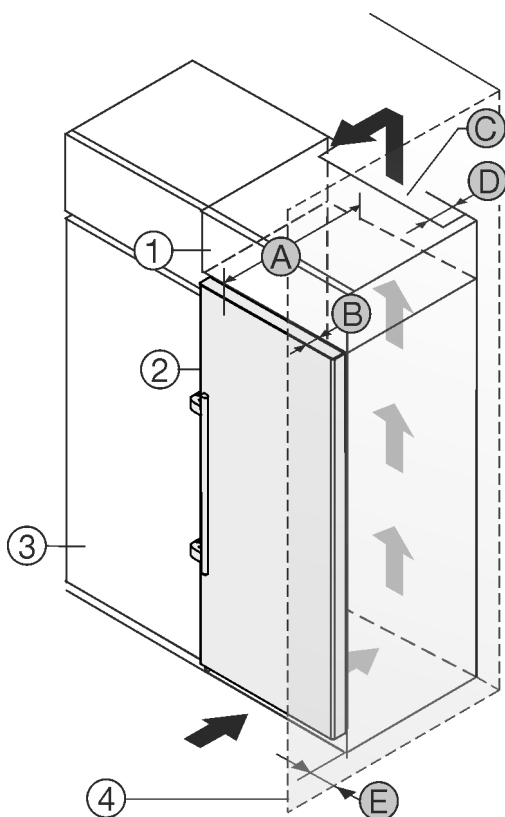

Fig. 2
- (1) Aufsatzschrank*
- (2) Gerät*
- (3) Küchenschrank*
- (4) Wand*
- (A) Gerätetiefe*
- (B) Türtiefe*
- (C) Belüftungsquerschnitt*
- (D) Abstand Geräterückseite*
- (E) Abstand zur Geräteseite*
Sie können das Gerät direkt neben dem Küchenschrank *Fig. 2 (3)* aufstellen.*
An der Rückseite des Aufsatzschrankes muss ein Abluftschacht mit der Tiefe *Fig. 2 (D)* über die gesamte Aufsatzschrankbreite vorhanden sein.*
Unter der Raumdecke muss der Entlüftungsquerschnitt *Fig. 2 (C)* eingehalten werden.*
Wenn Sie das Gerät mit den Scharnieren neben einer Wand *Fig. 2 (4)* aufstellen, dann muss der Abstand zwischen Gerät und Wand mindestens 57 mm betragen. Dies entspricht dem Griffüberstand bei geöffneter Tür.*
Damit Sie die Tür vollständig öffnen können, muss das Gerät um die Türtiefe *Fig. 2 (B)* gegenüber der Küchenschrankfront vorstehen. Abhängig von der Tiefe der Küchenschranke *Fig. 2 (3)* und Verwendung von Wandabstandshaltern kann das Gerät weiter herausragen.*